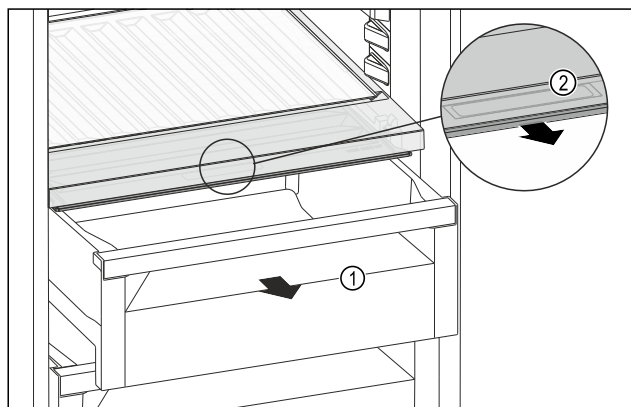

Fig. 173
- ▶ Извлеките выдвижной ящик Fig. 173 (1).
- ▶ Возьмитесь за утопленную ручку Fig. 173 (2) на крышке отделения и одновременно потяните крышку отделения вперед.